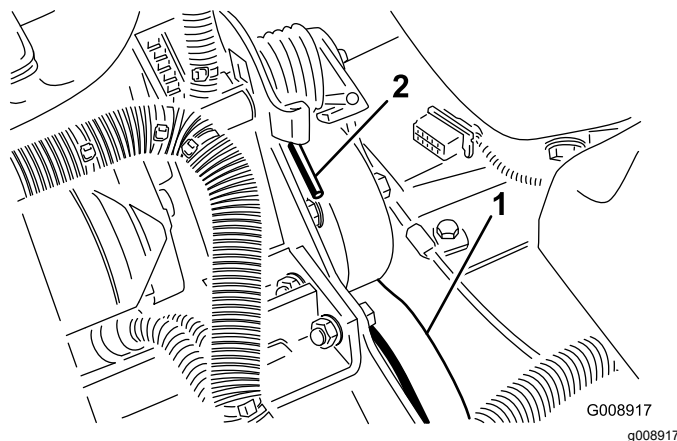

Figura 77
3. Empurre a mola para a frente e para trás (Figura 77) para a desprender do apoio e libertar a tensão da mola.